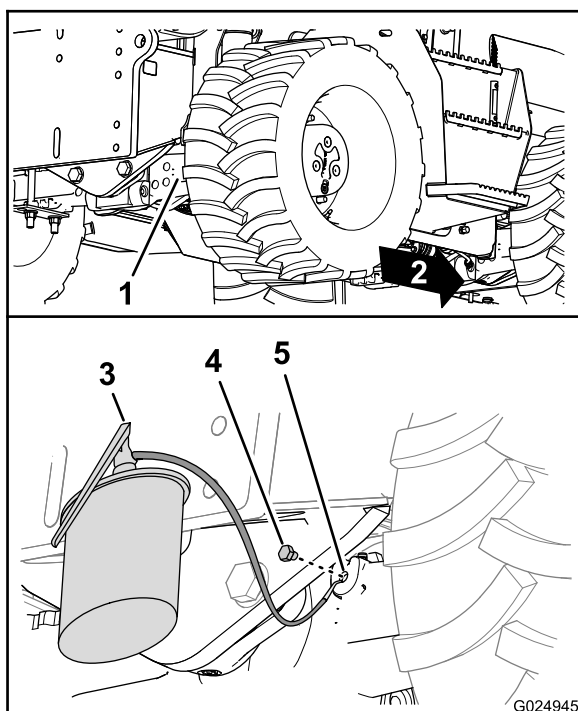

Figura 91
5. Montate i tappi di spurgo nei fori di spurgo sugli alloggiamenti del pignone (Figura 90 e Figura 91).
6. Rabboccate gli assali con l'olio specificato attraverso il foro spia e controllate che il livello dell'olio raggiunga la base della filettatura del foro (Figura 90 e Figura 91).
8. Montate i tappi di riempimento nei fori spia degli alloggiamenti del pignone dell'assale per gli assali (Figura 90 e Figura 91).